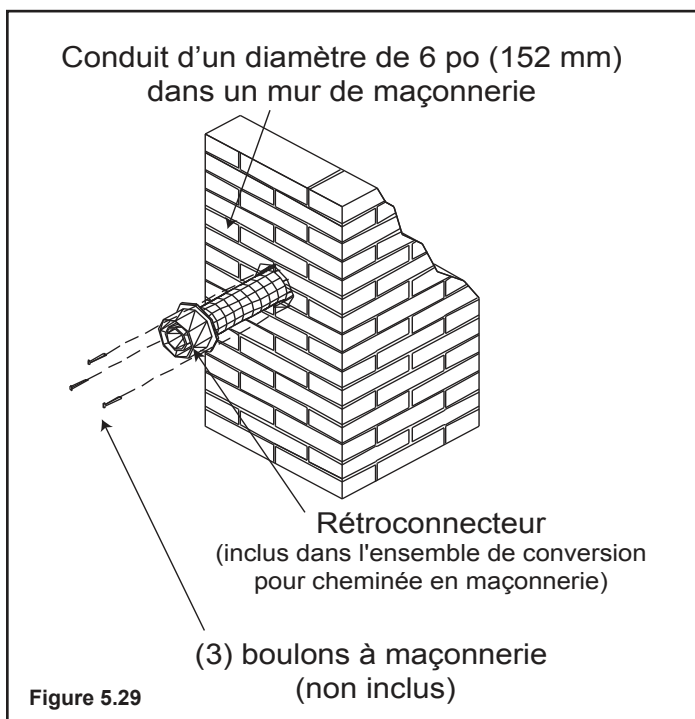

Figure 5.29
9. Fixez la chemise flexible au rétroconnecteur. Utilisez trois vis à tôle pour attacher la chemise flexible au connecteur (figure 5.29). Montez le rétroconnecteur sur le mur en maçonnerie en utilisant les boulons à maçonnerie. Augmentez le diamètre des trous du connecteur si nécessaire. Assurez-vous que le connecteur est au centre de l'ouverture et que les trous de montage sont alignés avec ceux du mur de maçonnerie.